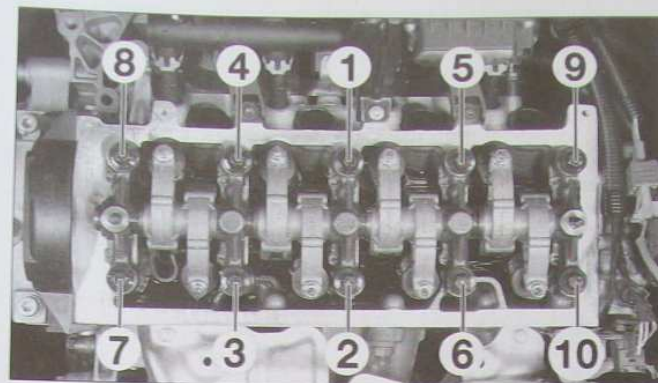

FIG. 35
- les vis de culasse, en les desserrant progressivement par passes successives et dans l'ordre inverse du serrage prescrit (Fig.35), à l'aide d'une douille Torx E14.